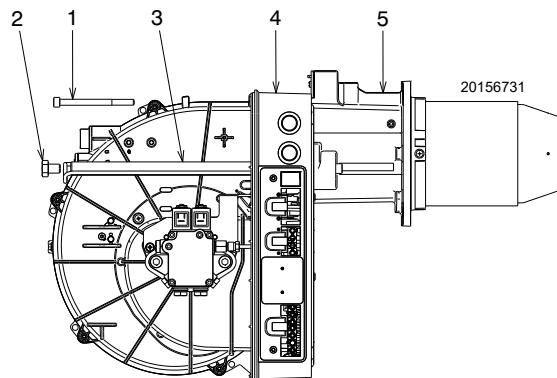

Fig. 13
- Luego, volver a montar el quemador 4) en las guías 3) y hacerlo deslizar hasta la brida 5), manteniéndolo levemente levantado para evitar que el grupo estabilizador de llama presione contra las aletas de guía 6) del tubo llama (Fig. 13).
- Apretar los tornillos 2) en las guías 3) y el tornillo 1) que fija el quemador a la brida (Fig. 13).